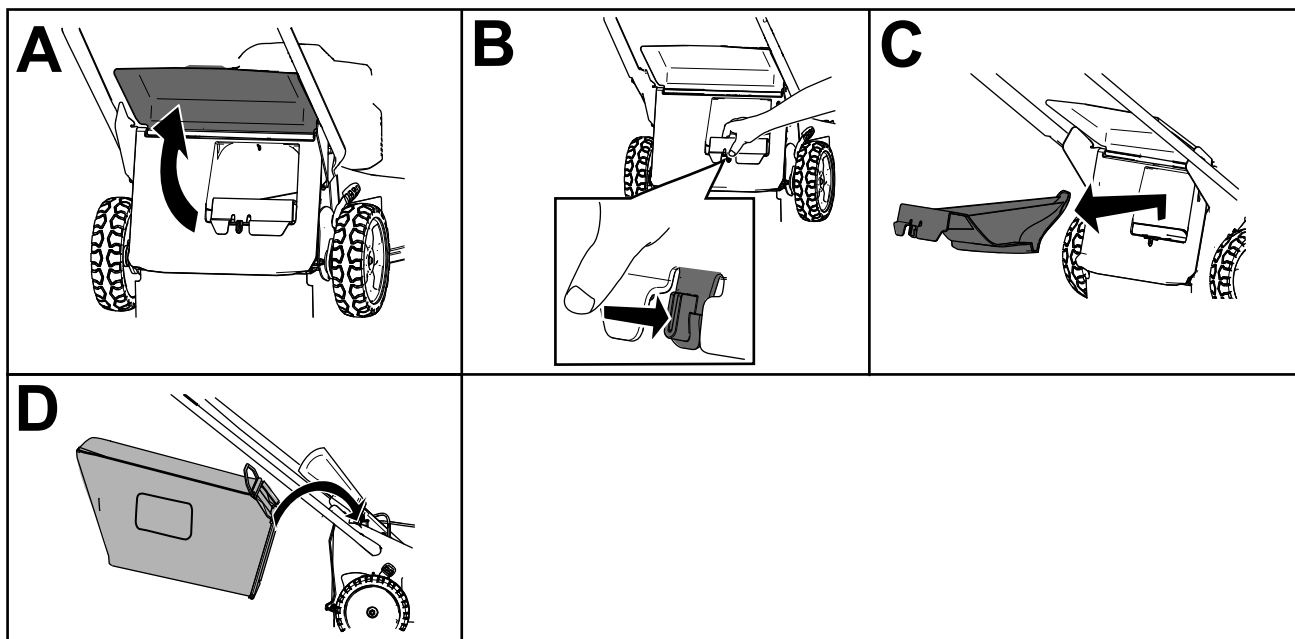

Figura 16
2. Levante y sujete el deflector trasero (Figura 16, A).
3. Retire el tapón de descarga trasera presionando el enganche hacia dentro con el dedo pulgar y extrayendo el tapón de la máquina (Figura 16, B y C).
4. Inserte los extremos de la varilla de la bolsa en las muescas de la base del manillar, y mueva la bolsa hacia adelante y hacia atrás para verificar que los extremos de la varilla están asentados en el fondo de cada muesca (Figura 16, D).
3. Retire la varilla de la bolsa de recogida de las muescas de la base del manillar (Figura 16, A).
4. Instale el tapón de descarga (Figura 16, B).
5. Baje el deflector trasero (Figura 16, C).